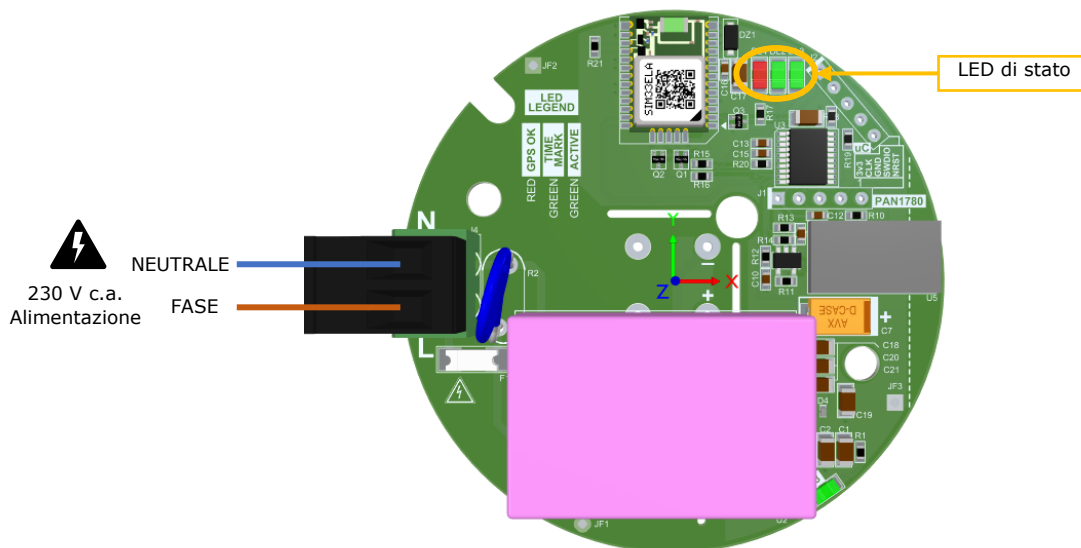

Figura 1: CBU-SKYTIME-IP Cablaggio dell'alimentatore
- Inserire il cavo o i cavi di rete a 230 Vac nel pressacavo e cablare i fili Neutro (N) e Fase (L) ai terminali "N" e "L" del connettore AC IN interno (fare riferimento a Figura 1). Per serrare i fili del connettore, utilizzare un cacciavite a testa piatta da 3 mm o un cacciavite Phillips.